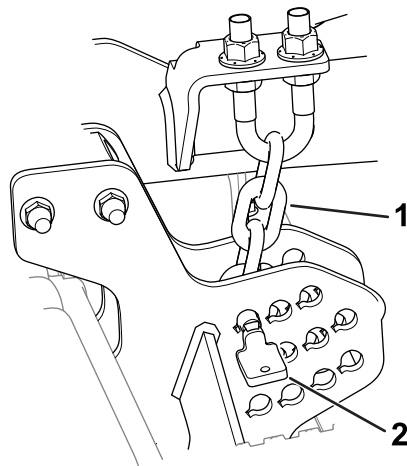

图 9
1. 取下将剪草高度链条固定到滚刀组后部的固定销图 9。
固定销应安装到最低的剪草高度链节。链条应该垂直垂下图 9 不得扭曲。